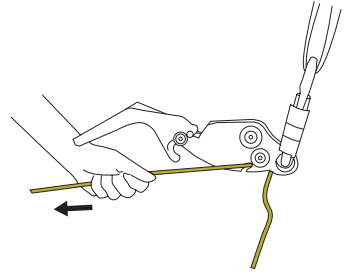

Abb. 5
6. Durch Ziehen am freien Ende des Seils gemäß Abb. 5 jegliches Spiel beseitigen.
Nach dem möglichst straffen Spannen des Seils zwischen Verankerung und der zu rettenden Person (Abb. 5) ist die belastete Absturzsicherung so einzustellen, dass die Person so weit abgesenkt wird, bis ihr Gewicht vollständig auf dem Smartline X ruht. Dann kann die andere Absturzsicherung entfernt und der Abstieg begonnen werden.